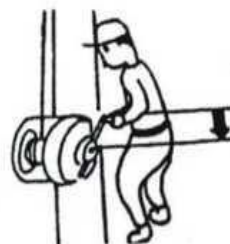

Рис. 6
- Лебедка должна быть установлена на высоте, позволяющая эргономично использовать устройство, предпочтительно располагать центр лебедки на уровне талии. При установке лебедки на уровне груди или выше производительность может быть ниже (рисунок 6).